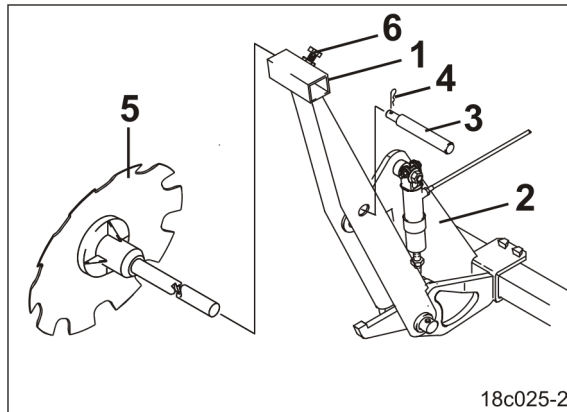

Fig. 213
2. Den Spurscheibenträger (Fig. 213/1) an den Transporthalterungen (Fig. 213/2) abstecken.
3. Den Bolzen (Fig. 213/3) mit Federsteckern (Fig. 213/4) sichern.
4. Die Befestigungsschraube (Fig. 213/6) lösen.
5. Die Spurscheibe (Fig. 213/5) aus dem Spurscheibenträger (Fig. 213/1) herausziehen und in einem geeigneten Stauraum mitführen.